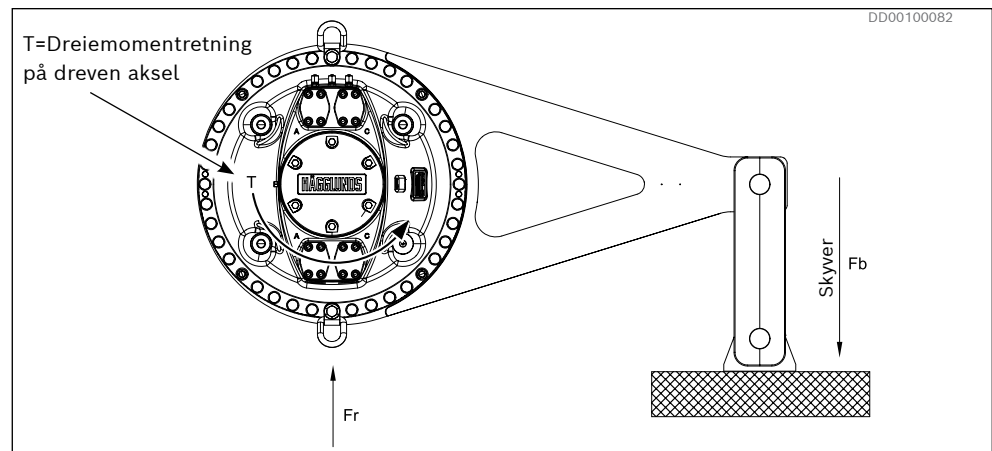
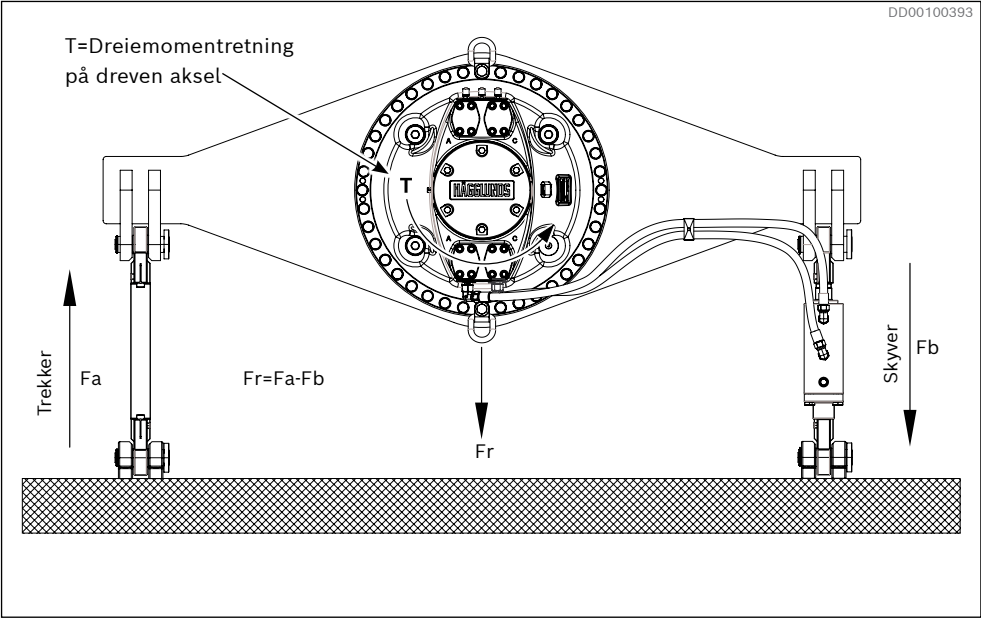

Fig. 21: Esterne krefter Fr, Fb for TC A
Fig. 30: Eksterne krefter Fr, Fa, Fb for DTSCB
2. Sett inn skruene (1) med olje.
3. Påse at fundamentet kan tåle kreftene fra momentarmen (se *Fig. 21*, *Fig. 30*, *Tabell 9* og *Tabell 12*).
6. Trekk til skruene (1) med det momentet som er angitt i *Tabell 7*.
- ▶ Påse at fundamentet og kundens maskin tåler kreftene fra momentarmen. Se *Fig. 21, Fig. 30, Tabell 9 og Tabell 12.*